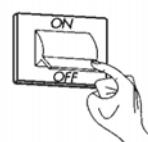

Fig. 4.10
- переведите главный выключатель системы в положение «выключено» (рис. 4.10) и убедитесь в том, что котел Novella полностью останавливается.